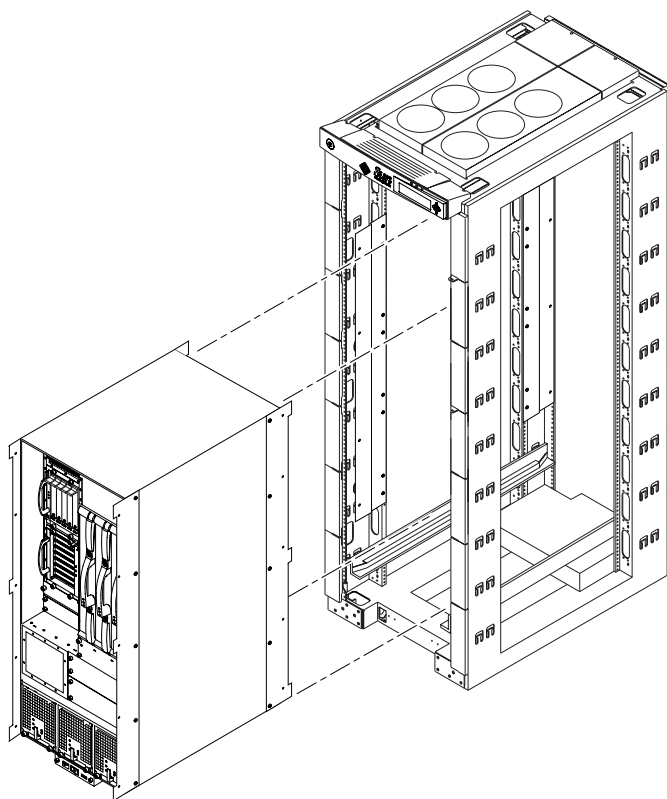

图 1-4 将 Sun Fire 4810 系统安装到 Sun Fire 机柜
- 图 1-4 将 Sun Fire 4810 系统安装到 Sun Fire 机柜 1-5
2. 将系统插入 Sun Fire 机柜中的水平滑轨上（图 1-4）。